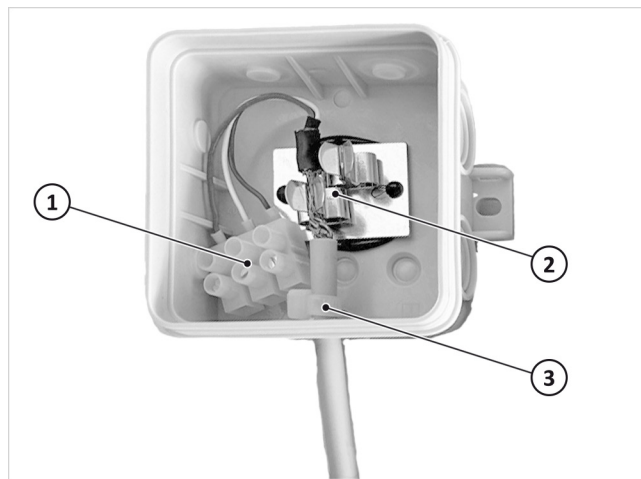

Fig. 116: fissaggio scatola di distribuzione Modbus
7. Applicare le fascette serracavi accluse per scaricare la trazione della conduttura in direzione della pompa di calore come in Fig. 116 (3).